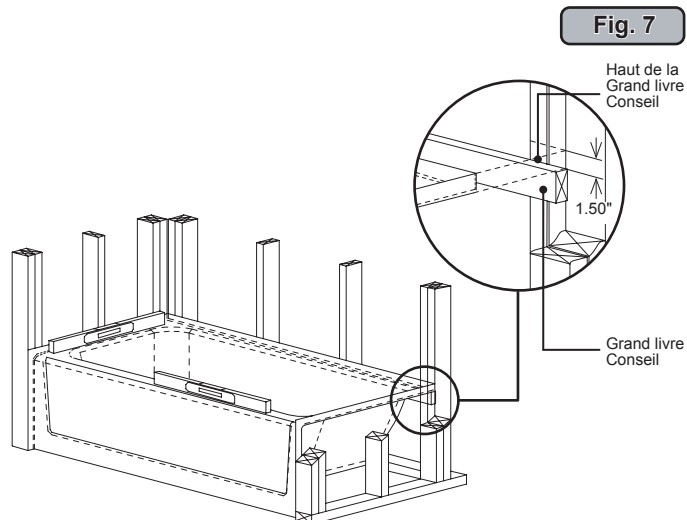

Fig. 7
1. Placer la baignoire dans la cabine avec la jupe avant fermement sur le plancher. La baignoire doit être réglé niveau. Pour le vérifier, utiliser un niveau au-dessus des rebords sur les deux extrémités de la baignoire et au-dessus du barrage (Figure 7).
2. Après une stabilisation baignoire, marque chaque plot (béton ou mur en blocs) immédiatement au-dessus du dos aile horizontale. Retirer du bain alcôve. Mesurer la distance entre le haut de la Retour aile horizontale et le bas de la baignoire rebord d'environ 1 1/2 "(40mm). Marquez soigneusement cette dimension à l'arrière plots (ou mur), ci-dessous la première marque (Figure 7 encadré).
3. Installez une bande de Ledger: Jacuzzi mandats utilisation de supports sous les saillies arrière de baignoires pour éviter tout déplacement. Utilisez horizontale lambourde le long du rebord arrière complet ou « l », "T" soutien dans au moins deux endroits à la verticale position. Ongles de 1 "x 3" x 60 "(25mm x 75mm x 1525mm lambourde) immédiatement au-dessus de la des notes inférieures fait sur le cadrage (Figure 7 - encadré).